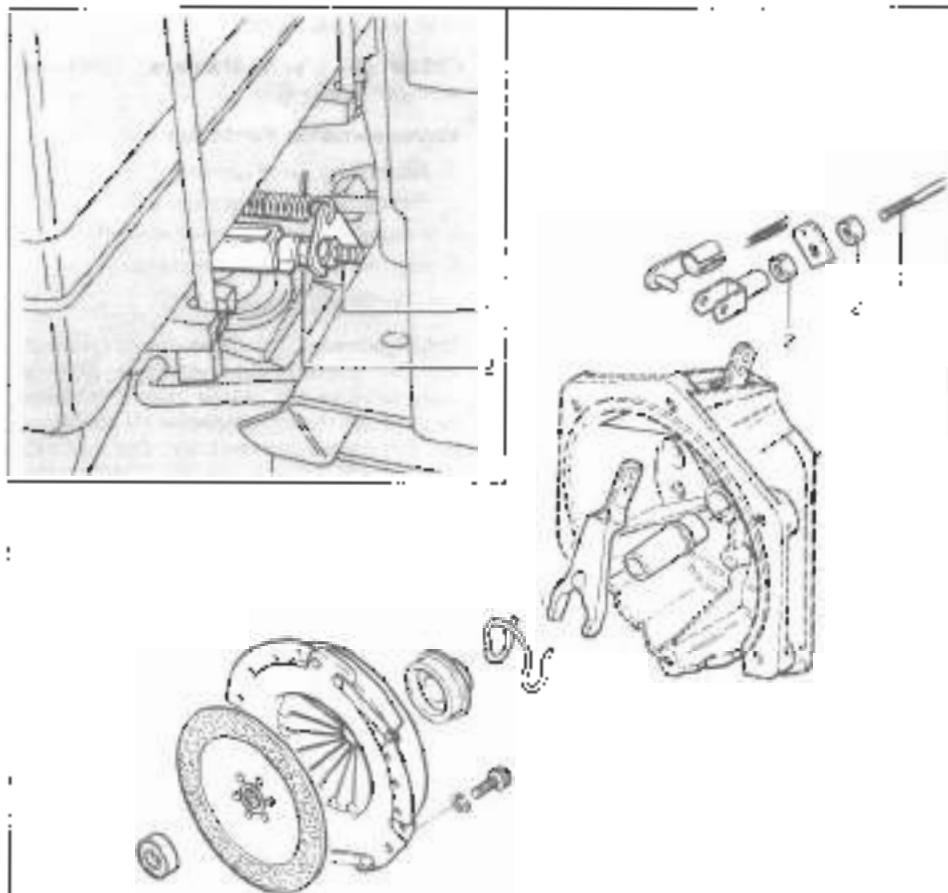

Fig. 18 - <https://tractormanualz.com/>
2. Se la corsa di vuoto del pedale è insufficiente (sfioramento della frizione) e insieme sia la sinnesia ricomposta, regolare il tirante di comando (1). Vedere la fig. 18. Agire sul dado di regolazione (2) in modo che la corsa di vuoto del pedale sia di 10 mm.
3. Se la regolazione del pedale non dà risultati voluti, far smontare e verificare o rimettere nuovo un'officina specializzata (vedere dettaglio di smontaggio in fig. 18).
2. If the idle stroke is insufficient (clutch slippage) or excessive (disengagement is not complete) adjust the corresponding control rod (1) (see fig. 18). This can be done through set nut (2) until a 15 mm idle travel is achieved.
3. In the event the pedal adjustment does not suffice, have the clutch disassembled and inspected in a specialized workshop (see disassembly detail in fig. 18).
2. Si la course à vide de la pédale s'avère insuffisante (l'embrayage patine) ou excessive (débrayage incomplet) régler le tirant de commande (1) (voir fig. 18). Agir sur l'écrou de réglage (2), de sorte que la course à vide soit d'environ 15 mm.
3. Si la mise au point de la pédale ne donne pas les résultats voulus, s'adresser à un atelier spécialisé pour le démontage et le contrôle de l'embrayage (voir les détails du démontage en fig. 18).
2. Sollte der freie Pedalweg ungenügend (Rutschung der Kupplung) oder übermäßig (unvollständige Ausschaltung) ausfallen, das Steuergestänge (1) (siehe Bild 18) durch Wirkung auf die Einstellmutter (2) so einstellen, dass der freie Pedalweg ca. 15 mm beträgt.
3. Sollte die Pedaleinstellung nicht den Zweck erreichen, muss man die Kupplung demontieren und sie in einer Fachwerkstatt prüfen lassen (siehe Demontage Detail Bild 18).